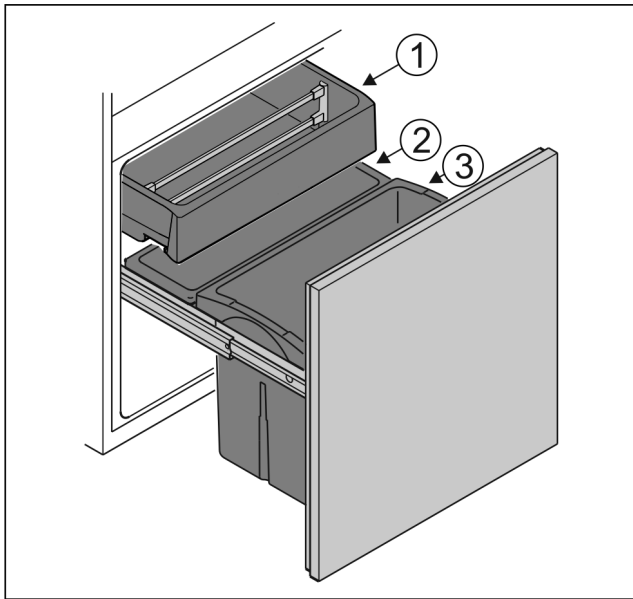

Fig. 6
- ▶ Pojemnik Fig. 6 (1): Umieścić warzywa i owoce tropikalne bez opakowania.
- ▶ Pojemnik Fig. 6 (2): Umieścić małe owoce i warzywa bez opakowania.
- ▶ Pojemnik Fig. 6 (3): Umieścić pojedyncze butelki.